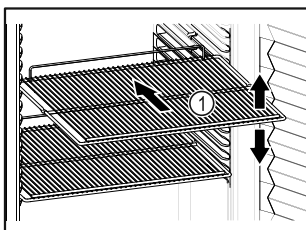

Fig. 60 Приблизне відображення
- Якщо решітки для зберігання Fig. 60 (1) знімі, відрегулювати по висоті.